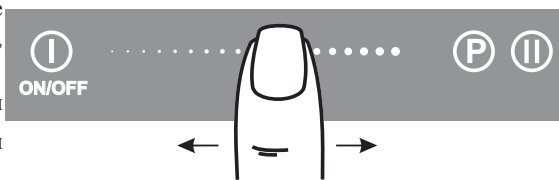

Рис.15
1. Работавшую конфорку касанием зоны ② перевести в режим управления.
2. Перемещая палец по поверхности ④ - «скользящая кнопка» измените режим нагрева конфорки (рис. 15).